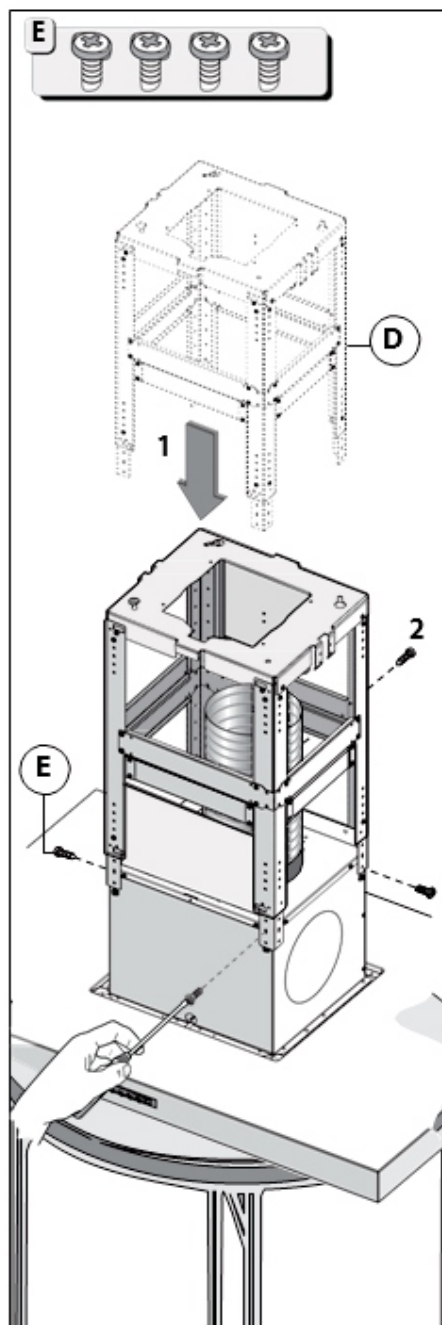

Fig.3
- Pegar a estrutura D da embalagem e fixa-la ao duto motor com os 4 parafusos E fig.3.